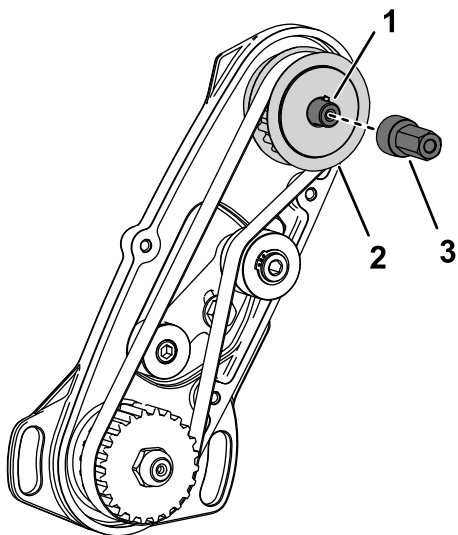

Figura 8
4. Mentre fissate la puleggia di trasmissione impedendone il movimento, montate il mozzo di trasmissione sull'albero di trasmissione dei cilindri (Figura 8).